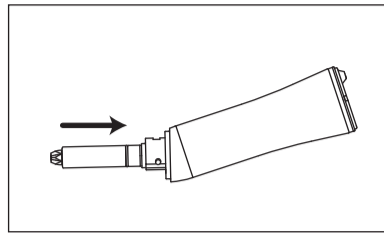

Fig. 9
- 1) Introduza o veio motriz até contactar com a haste (Fig. 9).